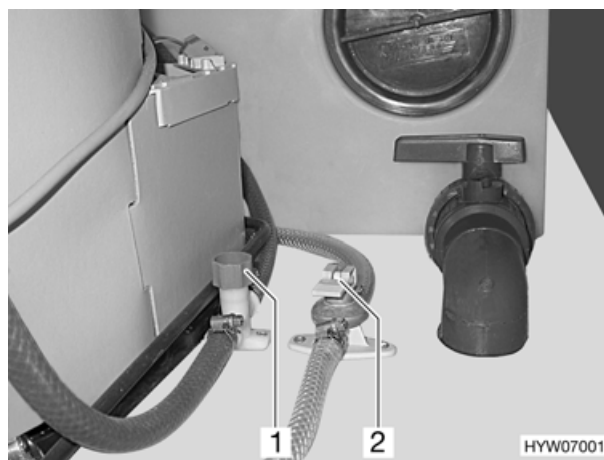

Fig. 57 Valvole di scarico
- Chiudere le valvole di scarico (Fig. 57) :
Ruotare il cappelletto di valvola blu (Fig. 57,1) in senso orario. Posizionare orizzontalmente la leva d'inclinazione (Fig. 57,2). L'ubicazione delle valvole di scarico è riportata nella figura "Ubicazione dei dispositivi igienico-sanitari" alla fine del presente capitolo.
- Girare in senso antiorario il cappelletto di valvola blu (Fig. 57,1).
- Mettere la leva a bilanciere della valvola di scarico (Fig. 57,2) in posizione verticale.